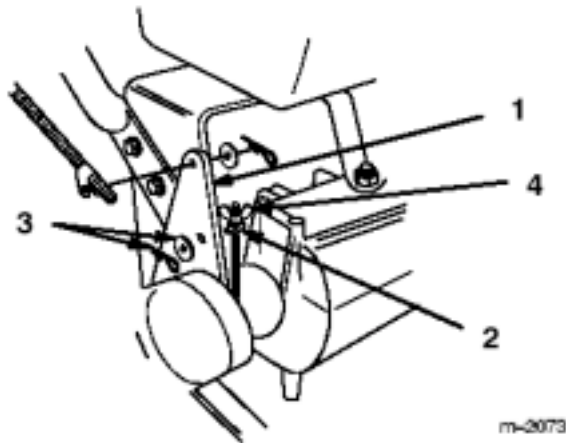

图9
6、如需调节刹车时，取下固定刹车杆和空转轮卡钉的销子和垫片。（图9）
7、上下调节刹车杆上的螺母使其固定在空转轮卡钉上。（图9）相应进行调节。